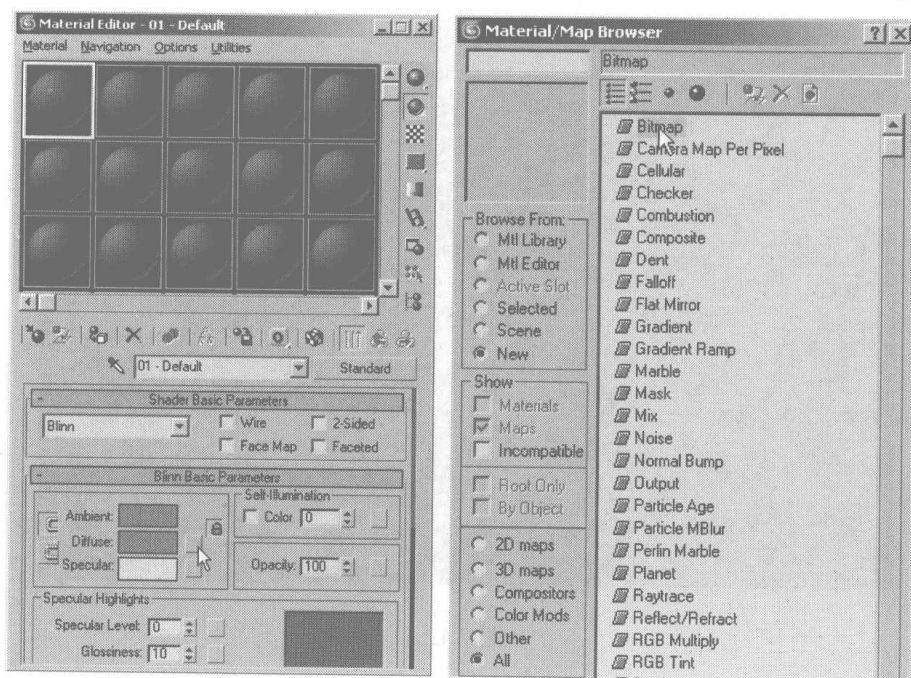
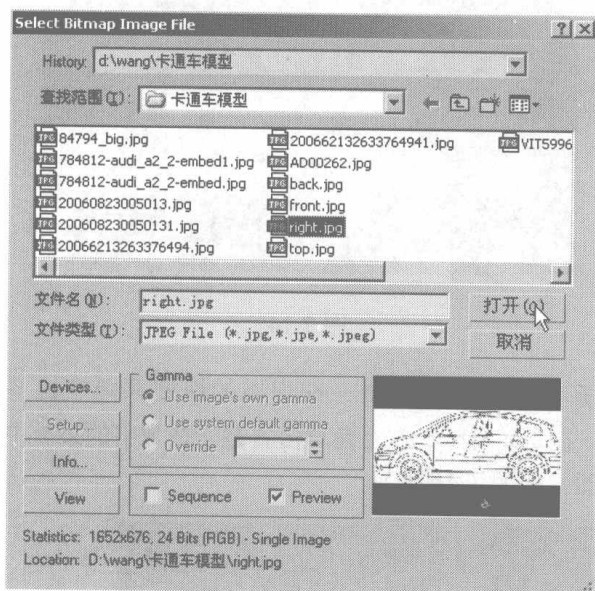
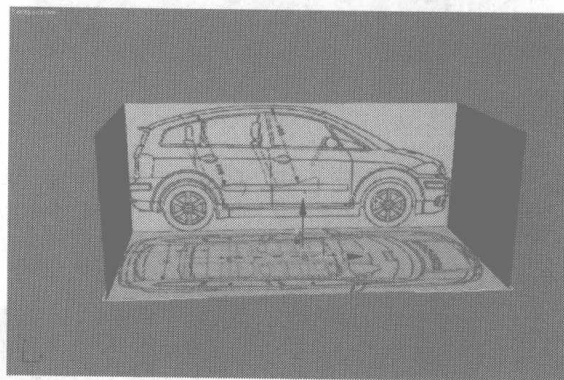

图 7.9
图 7.10
图 7.11
- 07** 单击 ，退出子物体层级。选择分离出的一个面，单击工具栏中的 按钮，进入材质修改器。选择一个材质球，单击 **Diffuse** 选项右边凸起的小方块，在弹出的菜单栏中单击 **Bitmap** 选项，如图 7.9 所示。然后在弹出的对话框中选择要导入的汽车图片，单击 **打开(O)** 按钮，如图 7.10 所示。然后单击材质修改器中的 按钮和 按钮，将图片赋予模型。用相同的方法给每个面上都赋上材质贴图，如图 7.11 所示。